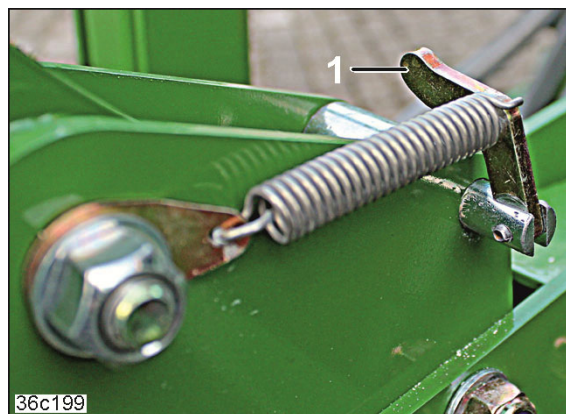

Fig. 204
3. Girar o agarrador (Fig. 204/1) para cima.